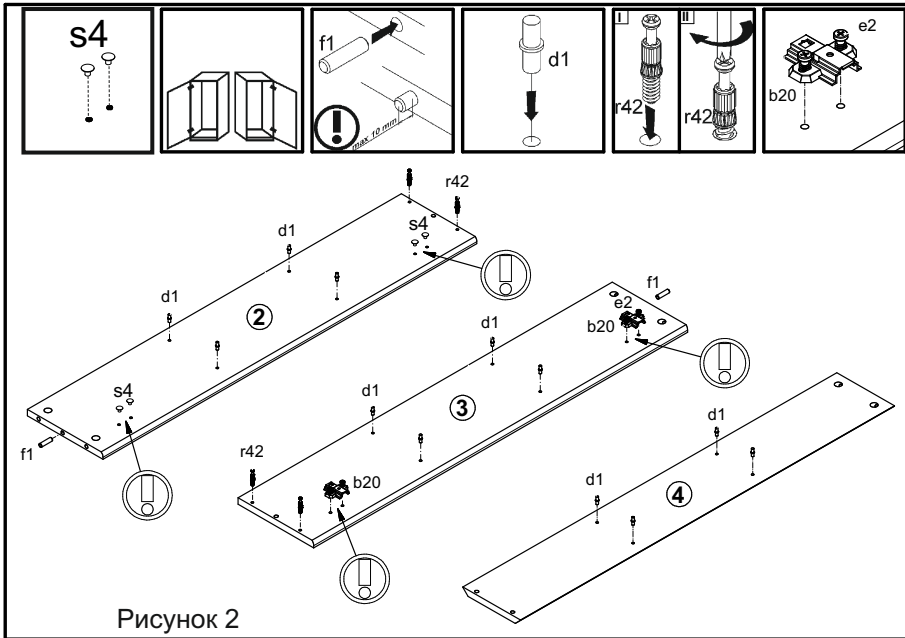

Рисунок 2
5. В отверстия $\varnothing 5$ мм на внутренних поверхностях стенок боковых **2, 3**, щита заднего **4** вбить полкодержатели **d1** (см. рис. 2).
6. В зависимости от выбора лево- или правостороннего направления открывания двери **1**, в отверстия $\varnothing 5$ мм на внутренних поверхностях стенок боковых **2** или **3** прикрутить еврошурупами **e2** ответные планки петель **b20**. Отверстия $\varnothing 5$ мм на противоположной стенке боковой закрыть заглушками **s4** (см. рис. 2).
7. В отверстия $\varnothing 5$ мм на внутренних поверхностях стенок боковых **2, 3**, на нижней поверхности щита верхнего **5** вкрутить винты стяжки **r42** (см. рис. 2, 4).